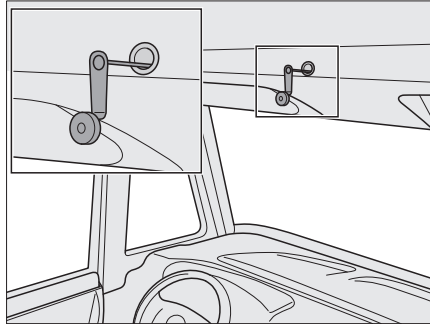

Fig. 171 Commande de secours pour le lit escamotable électrique
- ▶ En cas de panne de courant, le lit escamotable électrique peut également être commandé avec une manivelle de secours (Fig. 171). Celle-ci se trouve dans la cuisine intégrée.